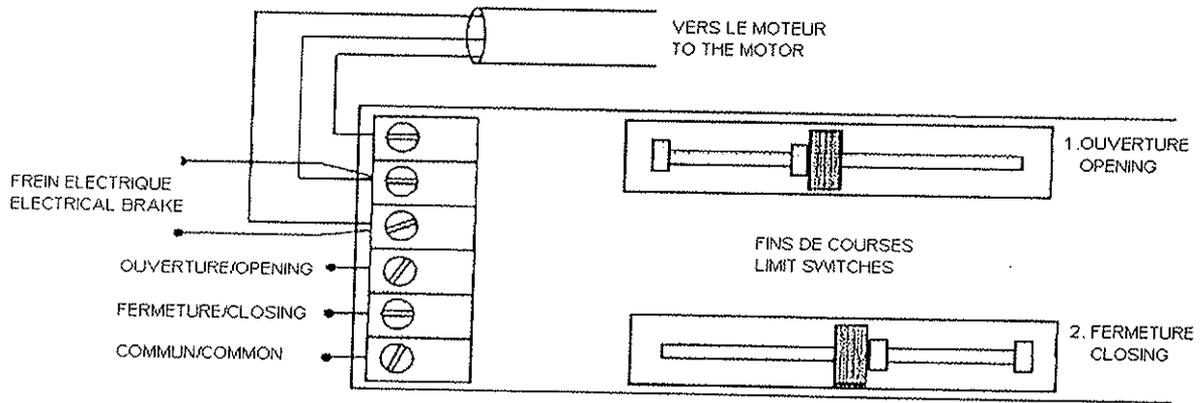

Fig. 3
- Effectuer le branchement électrique suivant le schéma (Fig. 3).
Ouvrir le capot bleu et effectuer le réglage des fins de courses au moyen des 2 vis (Fig. 3) en procédant par des phases de test.